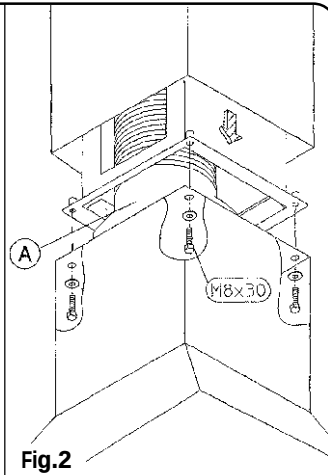
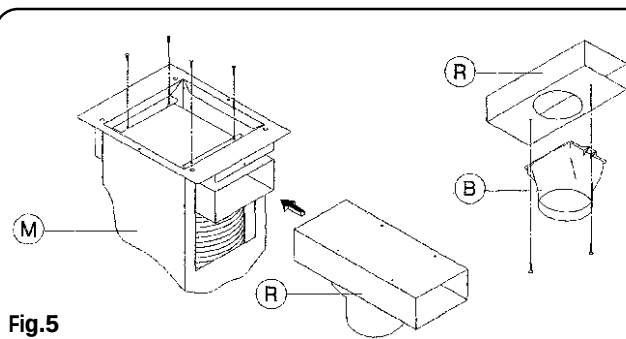

Fig.2
Fig.5
Per poter utilizzare questa funzione munirsi di un tubo estensibile non combustibile Ø150 mm da collegare al soffitto, che andrà successivamente collegato al raccordo "A" **fig2**
- 6) sollevare la cappa, e dopo aver bloccato il tubo Ø150 mm al raccordo "A" tramite una fascetta, fissarla alla struttura telescopica con le 4 viti e rondelle **fig2**
Dopo esservi procurati il corredo filtrante procedere nel seguente modo **fig5**
- 3) collegare un tubo estensibile non combustibile Ø 150mm al raccordo "B", tramite una fascetta **fig5**, che andrà successivamente collegato al raccordo "A" **fig2**
Zum Einsatz der Dunstabzugshaube in dieser Version beschaffen Sie sich ein ausziehbares, nicht brennbares Rohr Ø150 mm, das an der Decke befestigt werden muss und das anschließend an den Anschluss "A" (**Abb.2**) anzuschließen ist.
- 6) Heben Sie die Dunstabzugshaube an und befestigen Sie diese, nicht ohne vorher das Ø150 mm Rohr mittels einer Schelle am Anschluss „A“ befestigt zu haben, am Teleskopschacht. Verwenden Sie hierzu die 4 Schrauben und Unterlegscheiben. (**Abb.2**)
Nachdem Sie sich den gesamten Filter-Montagesatz besorgt haben, verfahren Sie gemäß **Abb.5** wie folgt:
- 3) Schließen Sie ein ausziehbares, nicht brennbares Rohr (Ø 150mm) zuerst mittels einer Schelle (**Abb.5**) an den Anschluss "B" an; schließen Sie es dann an den Anschluss "A" (**Abb.2**) an.
To use the vented operating mode, fasten one end of a Ø 150 mm non-combustible extending pipe to the ceiling and the other to the connector "A" (fig. 2).
- 6) lift the hood and, once you have secured the Ø 150 mm pipe to connector "A" with a clamp, fasten it to the telescopic flue using the 4 screws and washers (fig. 2);